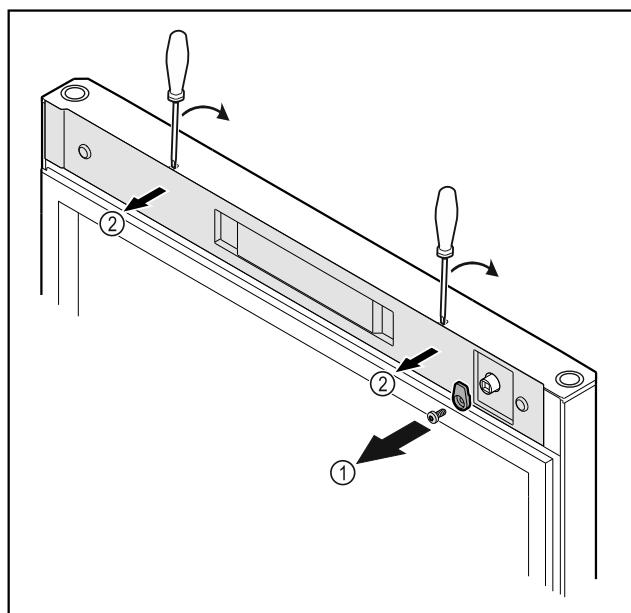

Fig. 20
- Ξεβιδώστε το άγκιστρο κλεισίματος Fig. 20 (1).
- Ξεκουμπώστε το κάλυμμα Fig. 20 (2) με ένα μικρό κατσαβίδι και αφαιρέστε το.